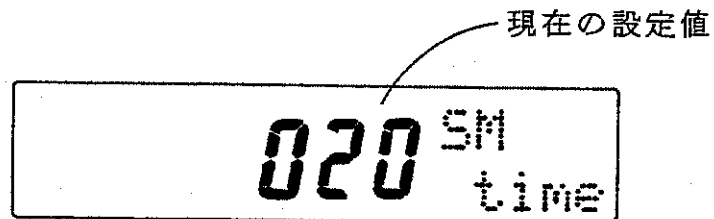

図3-11 スムージング回数設定時の表示
(2) スムージング回数の設定方法
- ① SHIFTキーを押してから、SM TIMEキーを押します。表示は [図3-11]のようになります。